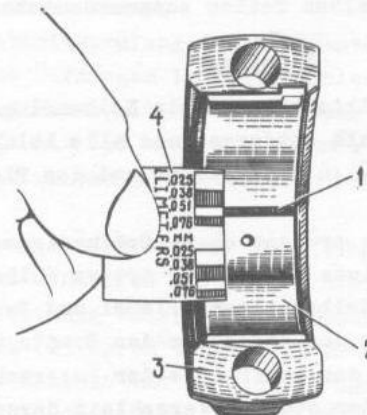

Bild 2-48. Prüfung des Spiels zwischen Pleuellagerzapfen und Pleuellagerschale mit Hilfe eines Pleuellagerdrahtes:
- den Pleuellager abnehmen und anhand der an der Verpackung aufgetragenen Skale nach der Stauchung des Drahtes (Bild 2-48) das Maß des Spiels bestimmen.